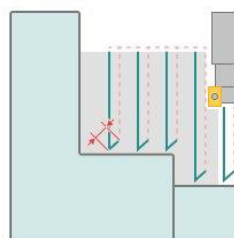

Рис. 6-7. Контекстная подсказка для параметра Расстояние отхода.
Дополнительный набор параметров появится. Радиус до центра (2) – это размер нережущей части фрезы. Шаг (3) – это шаг погружений, он отсчитывается вдоль задающей траектории (в нашем случае задана эквидистанта). Движение инструмента вверх не должно осуществляться по той же линии, что и вниз, – требуется отвод инструмента от стенки и от дна. Его определяет расстояние отхода (4). Контекстная подсказка для этого параметра показана на рис. 6-7.